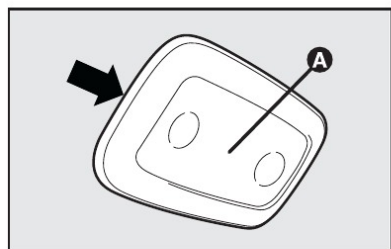

fig. 28
- agir nos pontos indicados pelas setas e remover a plafoniera **A-fig. 28** ou **29**;